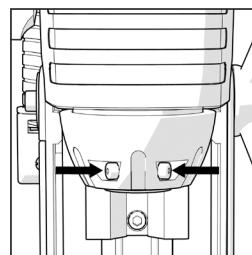

Fig. 7
- Compruebe que los tornillos sin cabeza de fijación del cortador ubicados en el eje no sobresalen por el orificio del eje. (**Fig. 7**)